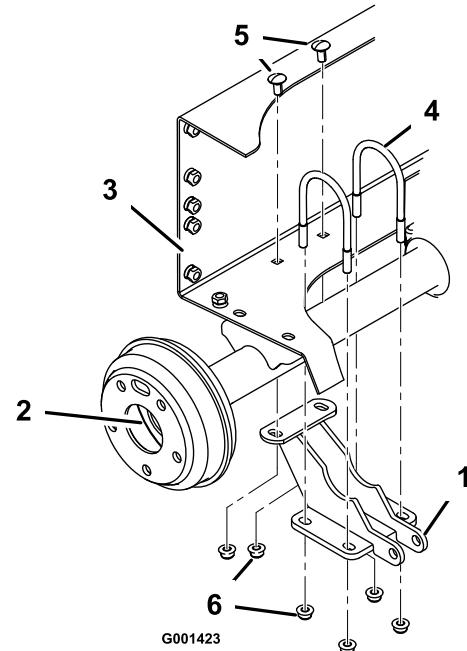

Bild 5
4. Befestigen Sie die Hubzylinderstütze mit 2 U-Bügeln und vier Bundmuttern ((3/8 Zoll)) lose am rechten Ende der Achse; fluchten Sie gleichzeitig die Befestigungslöcher mit den Löchern im Batteriefach aus (Bild 5).
- Befestigen Sie die Hubzylinderstütze mit zwei Schlossschrauben ((3/8 x 3/4 Zoll)) und zwei Bundmuttern ((3/8 Zoll)) am Hinterrahmen. Ziehen Sie die vier Bundmuttern an den U-Bügeln gleichmäßig an, damit die Halterung mit der Achse ausgefluchtet ist. Ziehen Sie die zwei Muttern an, mit denen die Rückseite der Halterung am Heckrahmen befestigt ist (Bild 5).